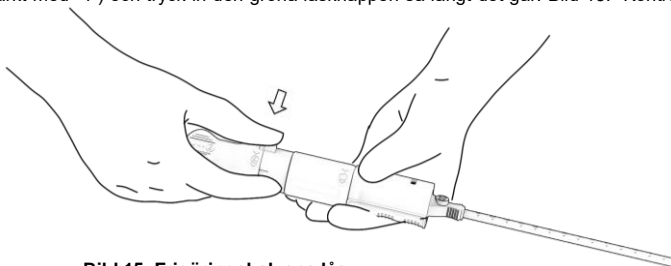

Bild 15. Frigöringskolvens lås.
- Lokalisera frigöringskolvens lås (märkt med "4") och tryck in den gröna låsknappen så långt det går. Bild 15. Kontrollera att knappen är helt intryckt innan du går vidare till steg 5.